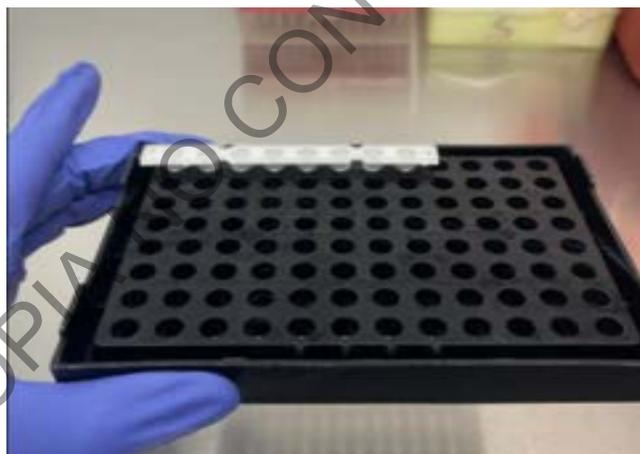

Figura 21. Soporte para placa y tubos de reacción blancos
7.3.18 Si utiliza la presentación de tubos de reacción blancos en tiras de 8 pocillos, coloque la cantidad de tubos a utilizar en un soporte adecuado para la adecuada manipulación y retire el aluminio protector. Se debe incluir como mínimo un control positivo y un control negativo de PCR. Ver figura 21.